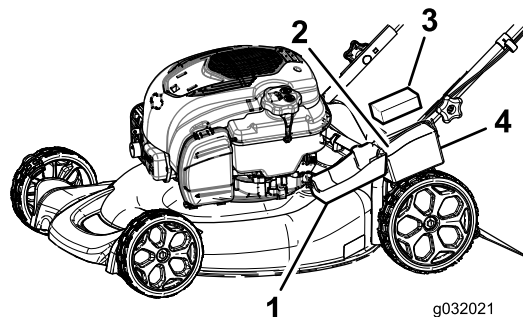

Figura 29
- Abra a tampa da bateria e retire (Figura 29).